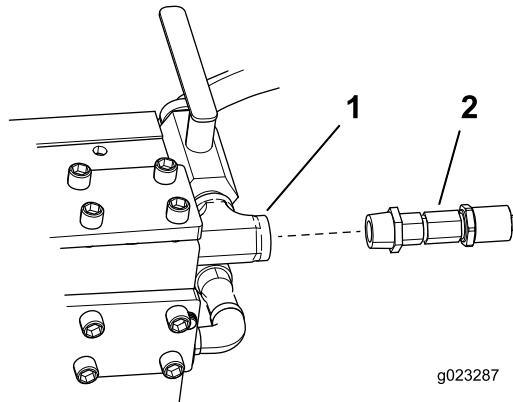

Figure 1
- Déposez le transducteur de pompe du raccord en T existant (Figure 1).